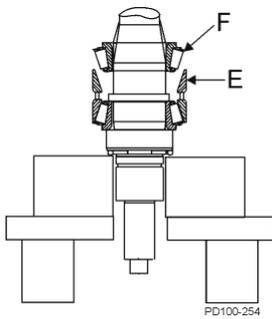

Ilustración 51. Copa superior y cono superior
7. Coloque la copa superior (Ilustración 51, elemento E) sobre el separador externo.
8. Lubrique el conjunto que queda del cono superior y rodillo (Ilustración 51, elemento F) con aceite o grasa y deslícelo sobre el eje con el radio del rodillo hacia arriba. Presione sobre el eje y en la copa superior.